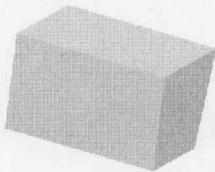
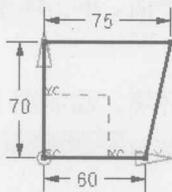

图 1.2 拉伸特征 1
图 1.3 截面草图
Step2. 创建图 1.2 所示的拉伸特征 1。
(1) 选择命令。选择下拉菜单 **插入(I)** → **设计特征(F)** → **拉伸(E)...** 命令（或单击 **拉伸** 按钮），系统弹出“拉伸”对话框。
(2) 单击“拉伸”对话框中的“草图截面”按钮 ，系统弹出“创建草图”对话框。
① 定义草图平面。单击  按钮，选取 ZC-YC 基准平面为草图平面，单击 **确定** 按钮。
② 进入草图环境，绘制图 1.3 所示的截面草图。
③ 选择下拉菜单 **任务(T)** → **完成草图(F)** 命令（或单击 **完成草图** 按钮），退出草图环境。